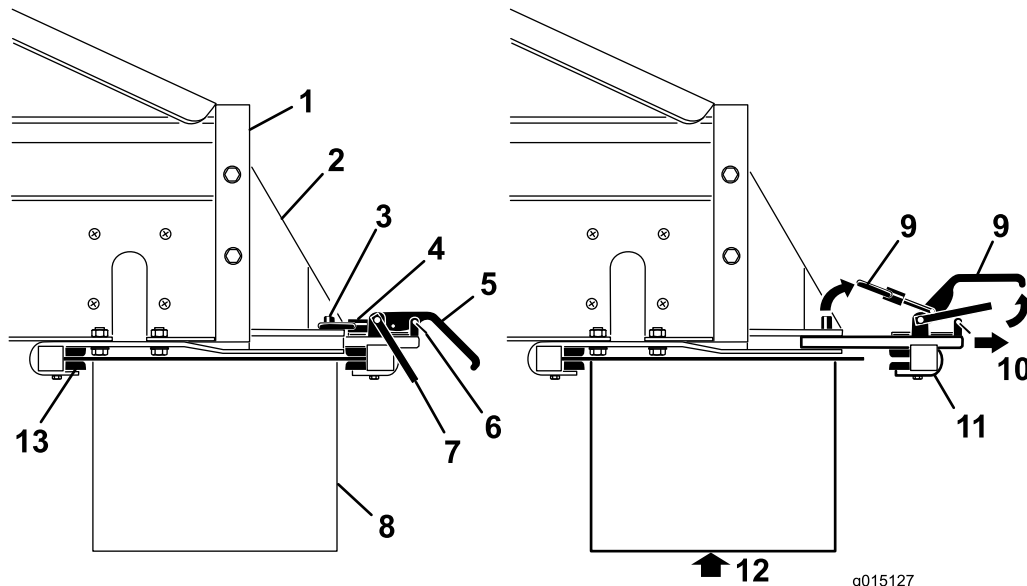

Figure 40
1. Retirez les clips des verrous de sécurité sur les poignées de serrage (Figure 40).
2. Levez le verrou de sécurité, puis levez les poignées de serrage de l'accessoire et dégagez les bagues de blocage des goupilles de blocage (Figure 40).
3. Sortez la fixation rapide arrière des fentes de montage (Figure 40).
4. En vous faisant aider par une autre personne, insérez le bord avant du Twin Spinner vers le haut et sous l'arrière de la machine, dans les fixations avant sur les supports (Figure 40).
5. Tout en soutenant le Twin Spinner, glissez la fixation arrière d'accessoire dans les fentes des supports et par-dessus le bord arrière (Figure 40).
7. Reposez les clips des verrous de sécurité sur les poignées de serrage (Figure 40).